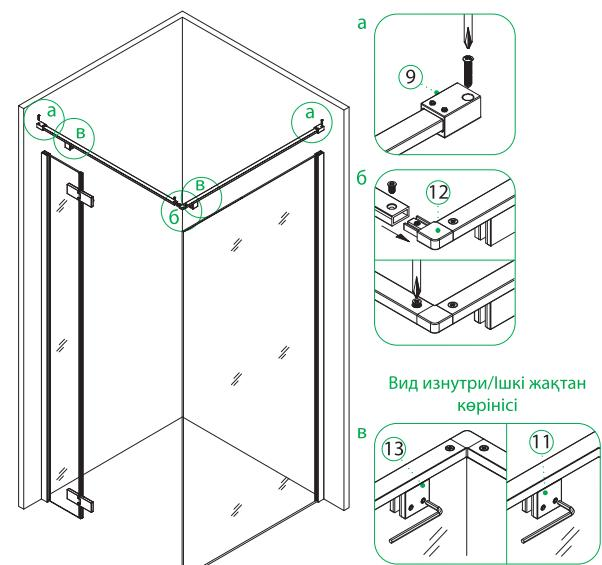

Рис. 11/11-сур.
7. Соберите верхнюю конструкцию ограждения, крепко закрепив верхние заглушки к пристенных профилей (№9, рис. 11-а) и угловой коннектор (№12, рис. 11-б), также слегка закрепите верхние держатели стекла (№11, №13) для последующей регулировки (рис. 11-в).